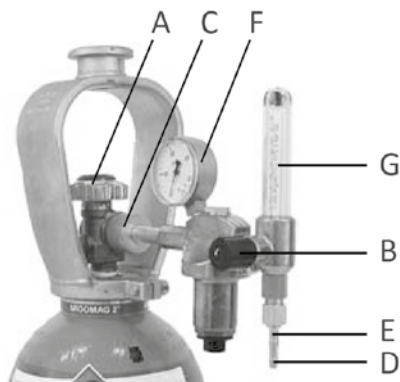

Bild 2
1. Treten Sie beiseite und öffnen Sie für einen Moment das Ventil der Gasflasche "A" (Bild 2). So werden eventuelle Unreinheiten aus dem Flaschenventil herausgeblasen. **BEMERKUNG!** Achten Sie auf den hohen Druck des Gases!